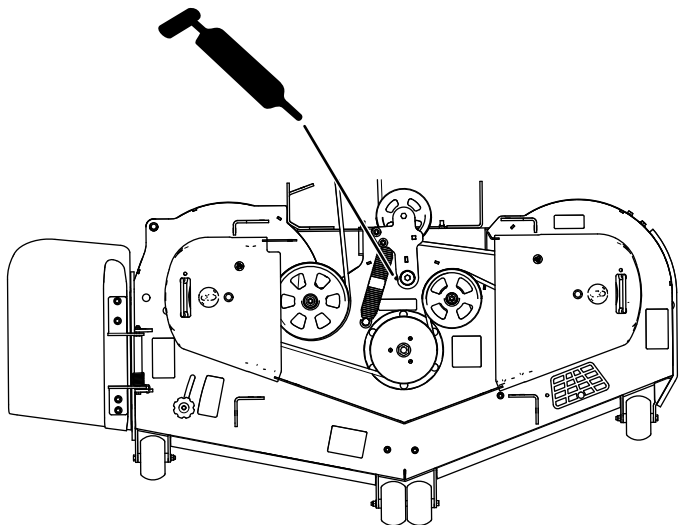

Figure 41
4. Graissez le pivot de la poulie de tension du tablier de coupe jusqu'à ce que la graisse ressorte par le bas (Figure 41).
5. Graissez le bras de la poulie de tension de la courroie d'entraînement (Figure 41).
12. Remettez le bouchon hexagonal et le protège-moyeu en place (Figure 41).
13. Graissez les roulements des roues pivotantes (Figure 41).